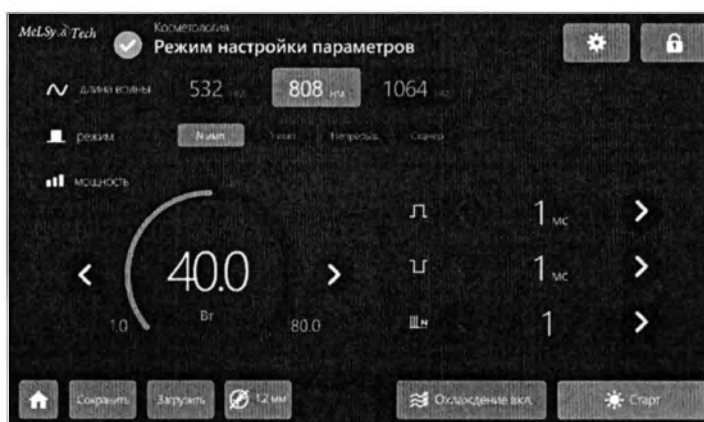

Рис. 3.49 Генерация последовательности импульсов в режиме QSW на длине волны 808 нм
3.7.5.2 В режиме работы 808 нм настраивается мощность, длина импульсов, количество импульсов и пауза между импульсами (рис. 3.49).